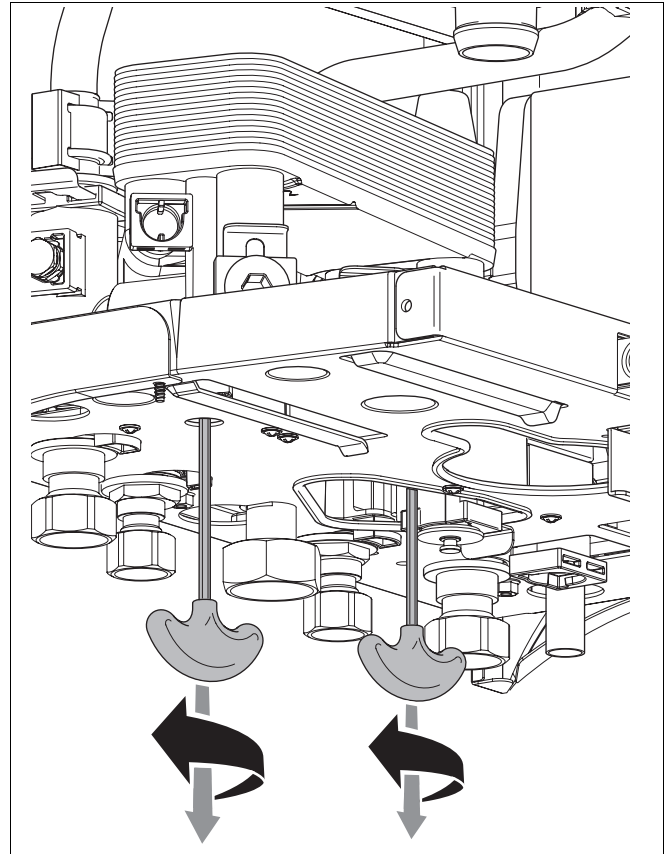

Fig. 49 Se îndepărtează șuruburile de la schimbătorul de căldură în plăci
- Se îndepărtează ambele șuruburi ale schimbătorului de căldură în plăci (Fig. 49).